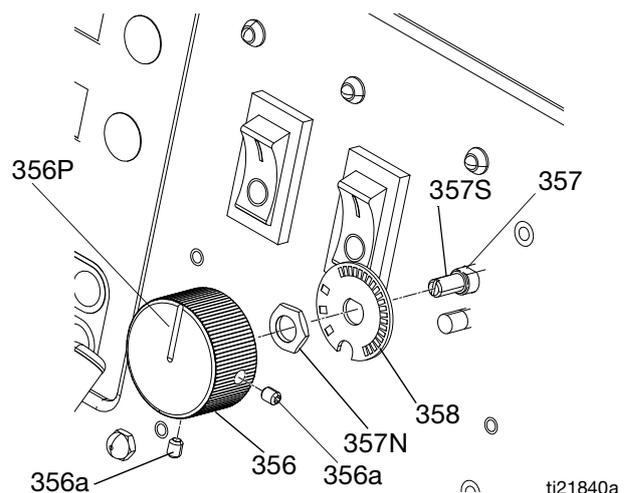

ABB. 9 Funktionsknopf/Potentiometer
4. Siehe ABB. 9. Die zwei Stellschrauben (356a) entfernen und den Funktionsknopf (356) von der Potentiometerwelle (357) abziehen.
5. Die Mutter (357N) und den Zwischenring (358) entfernen.
6. Neues Potentiometer (357) in umgekehrter Reihenfolge einbauen. Das Potentiometer so ausrichten, dass der Schlitz (357S) horizontal ist. Den Knopf (356) so ausrichten, dass die Markierung (356P) nach oben zeigt. Den Knopf so an der Welle befestigen, dass der Schlitz (357S) in den Stift im Knopf eingreift. Den Knopf vor dem Festziehen der Stellschrauben (356a) gegen die Rastfeder auf die Welle schieben.